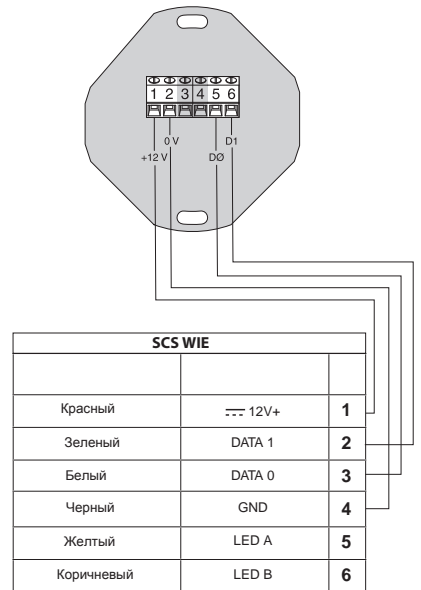

Fig. 8
- 4) Запишите номера кодов, особенно, которые были внесены при установке, имеющие коды доступа. Заполните таблицу на Рис.8 для данного пользователя. Храните эти инструкции и коды доступа в надежном месте, которое известно только уполномоченным лицам.